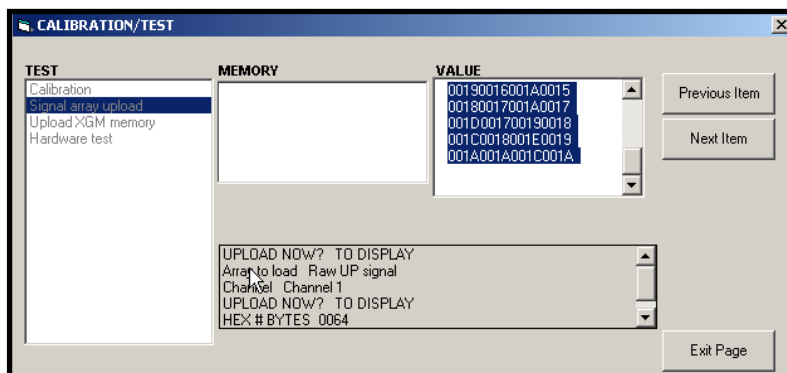

Рисунок 12. Вид окна программы PanaView, отображающего массив данных сигналов
- Если пользователь выберет команду *To Display (На монитор)*, дважды щелкнув соответствующую вкладку, то в правой части экрана появится окно, сходное с показанным на иллюстрации рис. 12, а данные будут готовы для немедленной оценки. Щелкнув вкладку [Exit Page] (Покинуть страницу), пользователь закроет окно и вернется в меню *Calibration/Test (Калибровка/проверка)*.